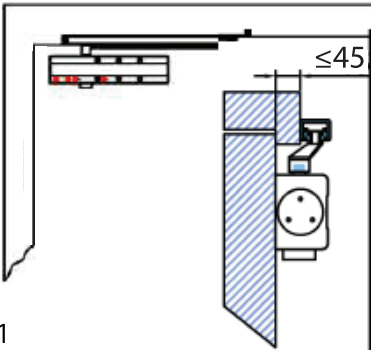

Рис. 1
- 2.1. Глубина откоса не должна превышать 45 мм (рис. 1).